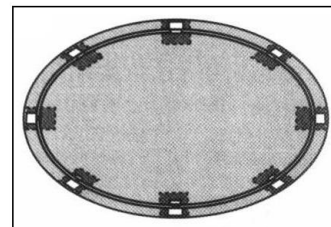

fig. 7
- Coloque temporalmente las guías inferiores curvadas azul (PCA) y las placas base (T1) alrededor del círculo (fig.7). Cada placa base indicará el lugar de colocación de las baldosas. Hacer una marca en el suelo, al lado de cada una de las placas.